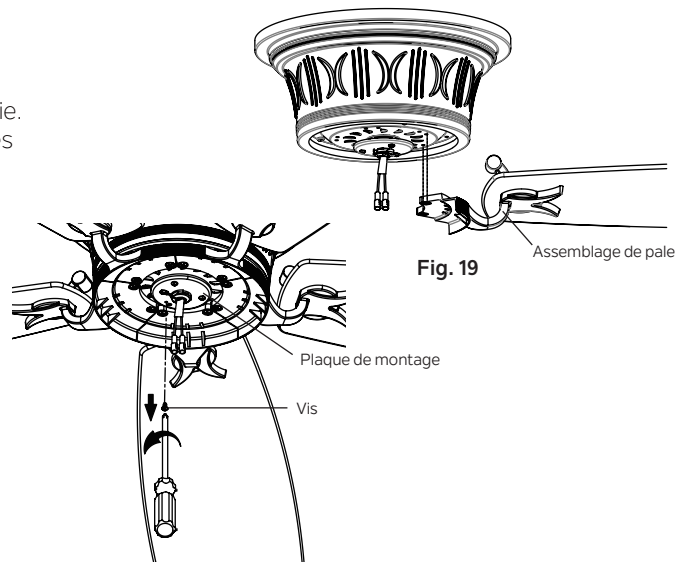

Fig. 20
**Étape 1.** Retirez la vis marquée d'une étiquette à points sur la plaque de montage et conservez-la pour une utilisation ultérieure. Desserrez les deux autres (ne les retirez pas). (Fig. 20)